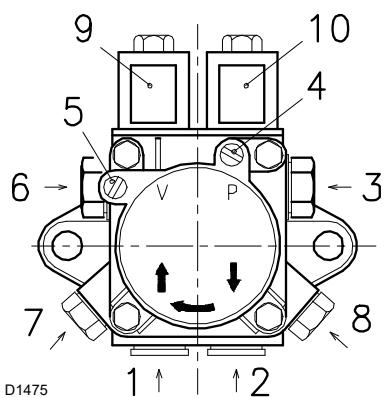

Fig. 18
Légende (Fig. 18)
- Pour que la pompe puisse s'auto-amorcer, il est indispensable de desserrer l'une des vis 4-8)(Fig. 18) de la pompe pour purger l'air contenu dans le tuyau d'aspiration.
Pour modifier la pression de la 1^{ère} allure, agir sur la vis 6)(Fig. 18). Pour modifier la pression de la 2^{ème} allure, agir sur la vis 7)(Fig. 18).